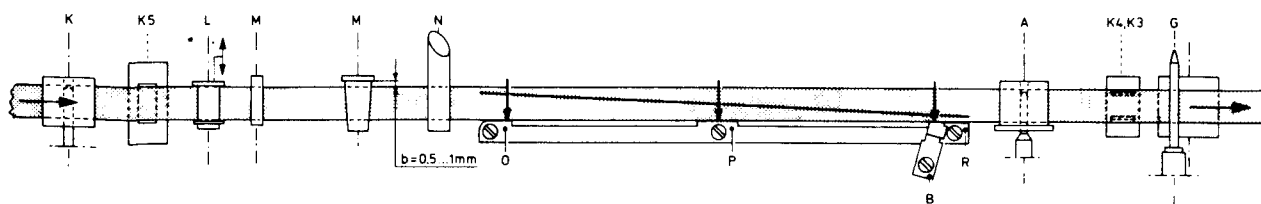

Fig. III-15
- Das Trommellineal mit den Kämmen O, P und R (siehe Abb. III-15) wurde in der Fabrik genau eingestellt. In Service-Werkstätten kann das Lineal weder eingestellt noch kontrolliert werden. Wenn nach wiederholten Bandlaufeinstellungen das Gerät nicht einwandfrei funktioniert (Kompatibilität), ist die untere Trommel zu ersetzen. Dies ist auch der Fall, wenn die Position des Lineals deutlich vom Verschleissmuster auf der unteren Trommel abweicht oder wenn der Sicherungslack der Befestigungsschrauben des Lineals gebrochen ist.
- Die Kunststoffbandführung B auf der unteren Trommel demontieren (siehe Abb. III-15).
- Kontrollieren, ob die Bandführung M' hoch genug eingestellt ist. Der Abstand b (siehe Abb. III-15) soll 0,5...1 mm betragen.